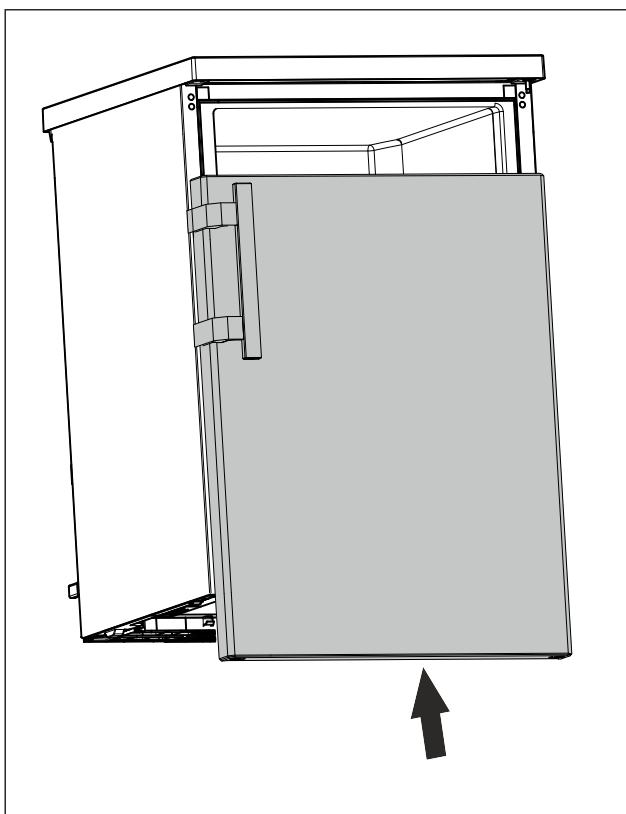

Fig. 19
- Tolja rá az ajtót zárt állapotban a felső csapra. (lásd Fig. 19)